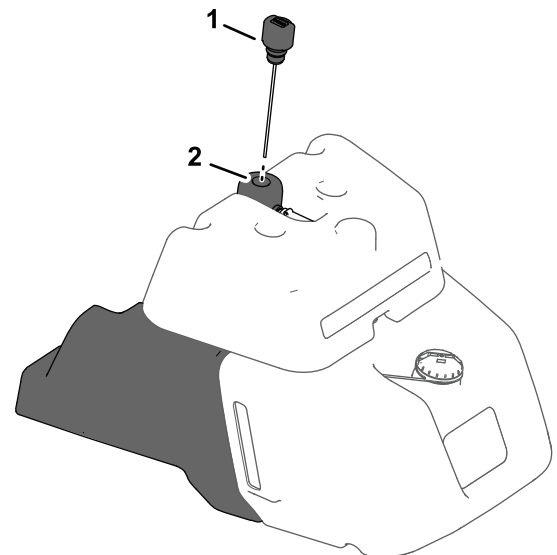

Figure 37
- Si la machine comporte un regard de niveau sur le côté du réservoir de carburant, localisez la jauge d'huile du système hydraulique au sommet du réservoir de liquide hydraulique (Figure 37), puis passez à l'opération 5.